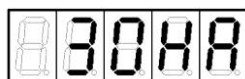

Рисунок 14
2. Нажать кнопку , после чего установить на индикаторе слово "ЗОНА" (рисунок 14), нажимая кнопку  или .